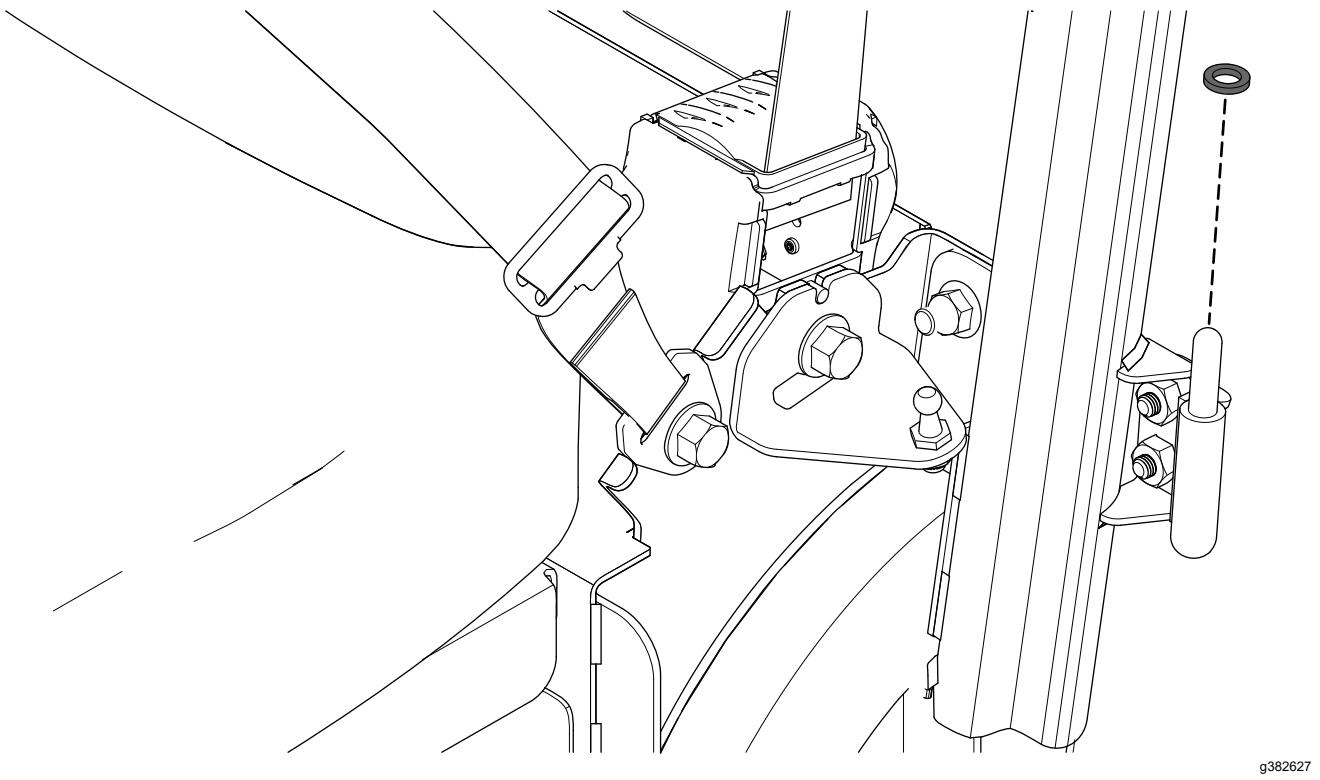

Рисунок 6
2. Установите прокладочную шайбу на каждую левую дверную петлю (Рисунок 6).